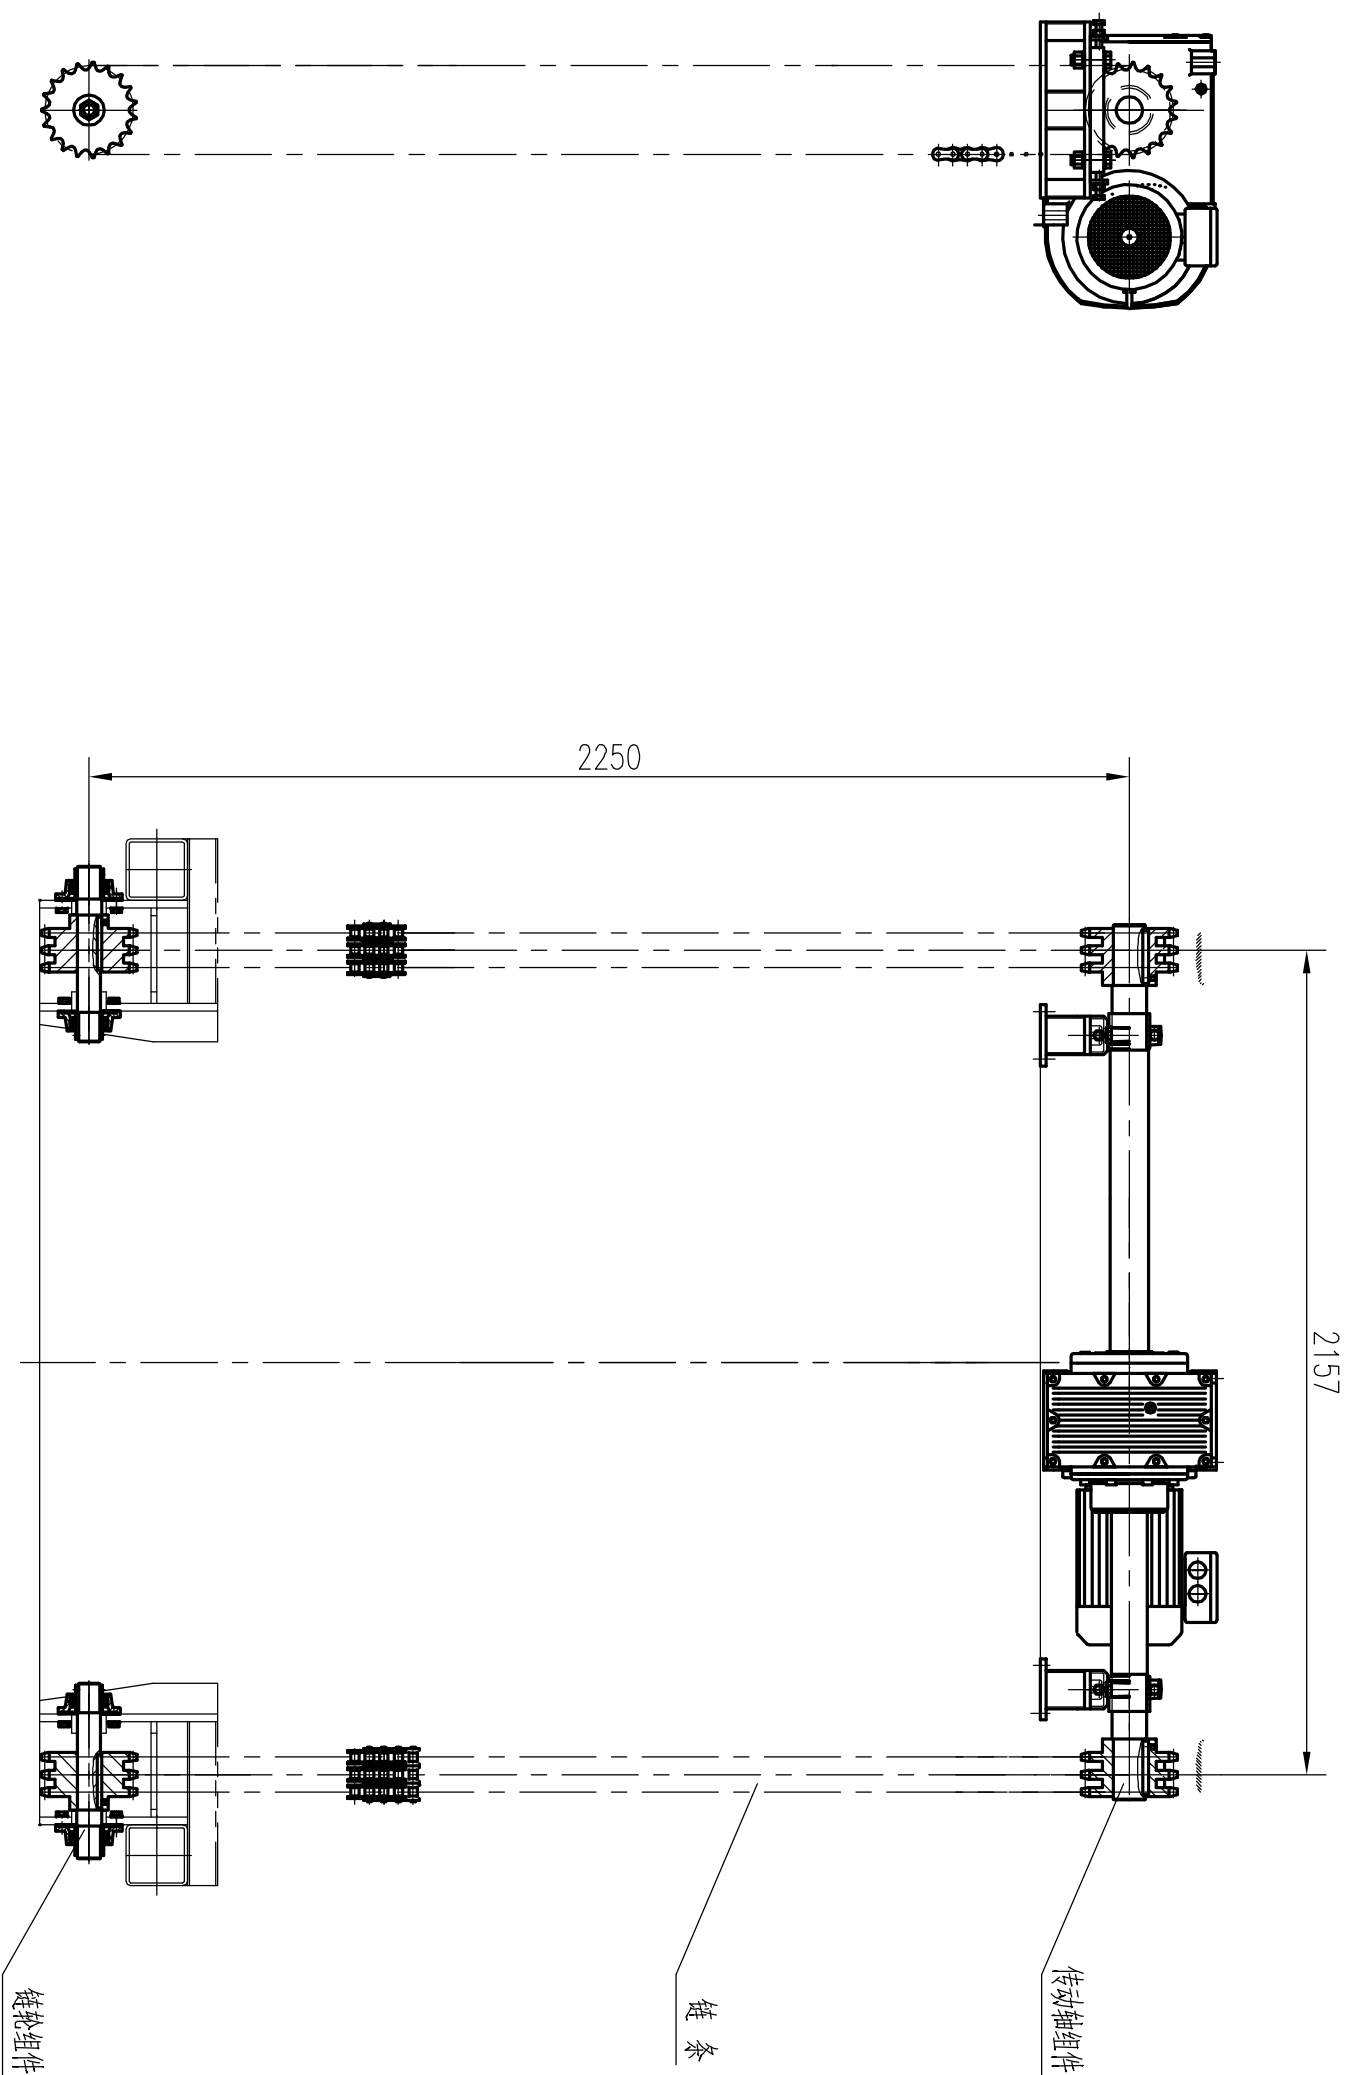

图 4 FT654 型叶片（架）垂直分片机提升传动系统简图（文见第 7 页第 6.2 章）
- 图 4 FT654 型叶片(垛)垂直分片机提升传动系统简图